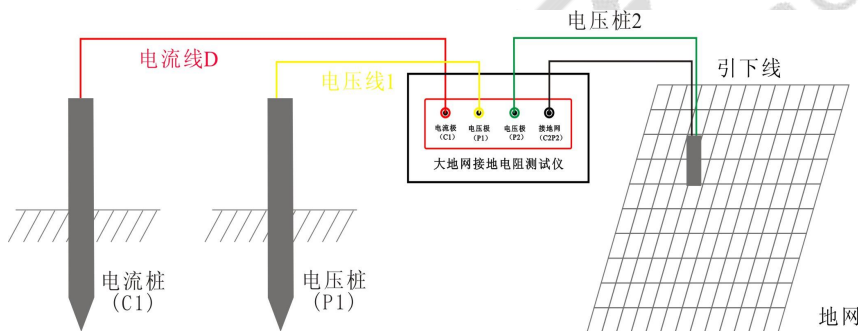

图4 四极法测量接线图
- 3、电流测试线和电压测试线按规定的长度将一端与仪器相接后平行放出。另一端分别接在两个地桩上（如图 3 或图 4 所示）。